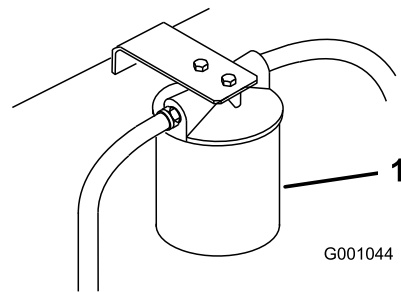

Bild 79
3. Stellen Sie eine Auffangwanne unter den Filter, bauen Sie den alten Filter aus und wischen Sie die Dichtungsfläche des Filterstutzens sauber (Bild 79).